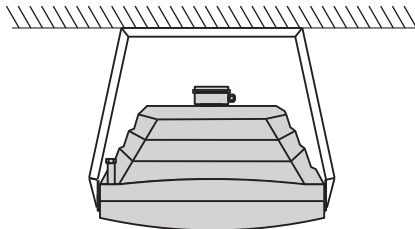

РИС. 1
- Тепловентилятор может быть смонтирован как в качестве настенного агрегата, так и в качестве потолочного (рис. 1 на странице 379).